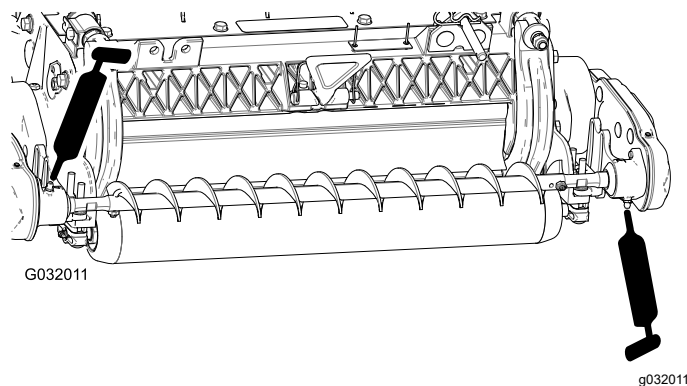

Figure 19
4. Graissez les graisseurs de chaque logement de roulement de brosse de rouleau avec de la graisse au lithium n° 2 (Figure 19). Essuyez l'excédent de graisse, en particulier autour des joints d'étanchéité.